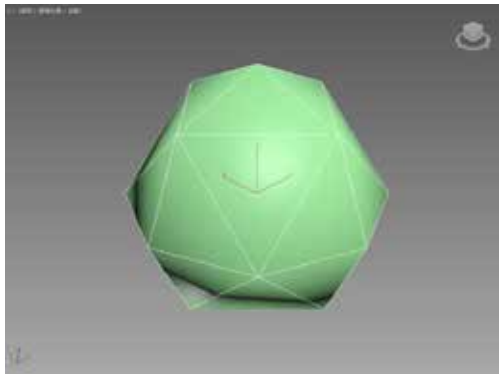

图 2-59 八面体效果
STEP 04 选中“八面体”单选按钮，几何球体将更改为八面体，如图 2-59 所示。